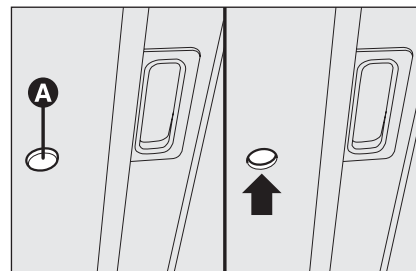

fig. 80
- introdurre nella sede **A-fig. 80** la chiave in dotazione e ruotare: